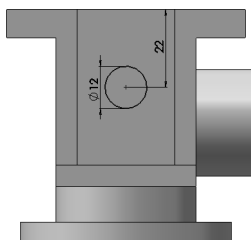

图 7-113 绘制正面 $\phi 12$ 孔草图
2) 绘制正面 $\phi 12$ 孔草图。单击“草图”控制面板中的 $\odot$ （圆）按钮，绘制一个圆。单击“草图”控制面板中的 $\text{f}$ （智能尺寸）按钮，或选择菜单栏中的“工具”→“标注尺寸”→“智能尺寸”命令，标注圆的直径为 12，如图 7-113 所示。